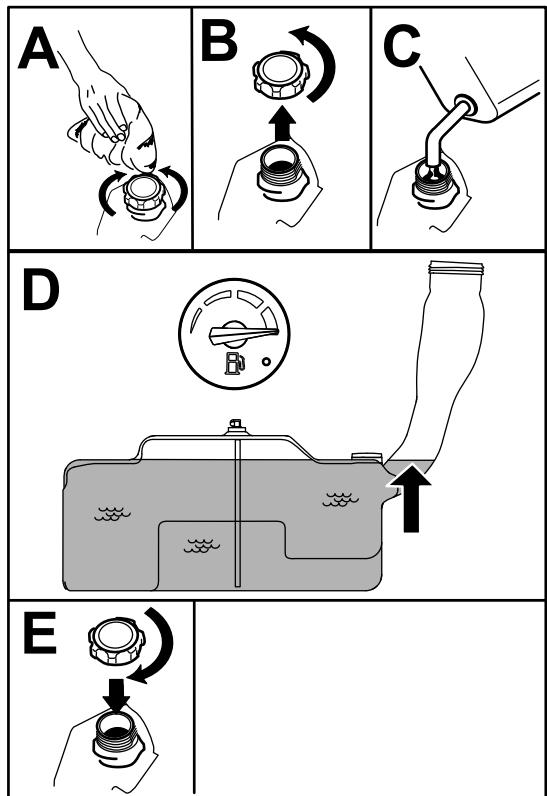

Figura 8
5. LLene el depósito de combustible hasta que en el indicador de combustible se vea la marca Lleno (Figura 8).